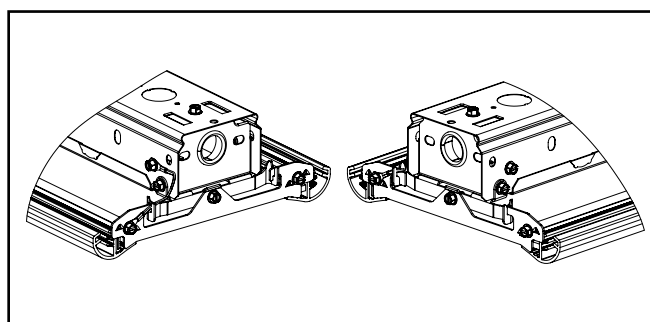

Figure 3.5
F. Assurez-vous que les languettes de l'assemblage du guide d'ondes sont bien fixées à l'intérieur des rainures du support de la charnière du canal. (Figure 3.5)